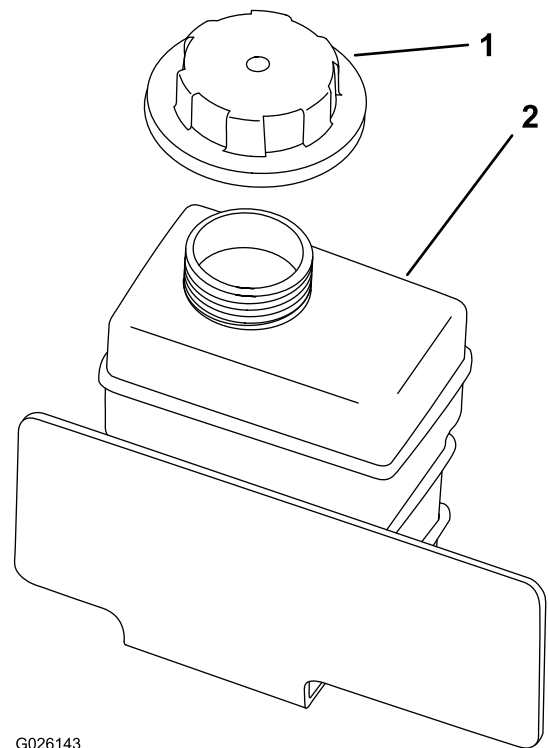

Figure 56
- Enlevez le bouchon du vase d'expansion (Figure 56).
- Remplissez lentement le vase d'expansion jusqu'à ce que le niveau atteigne la base du goulot de remplissage (Figure 56).
- Remettez en place le bouchon du vase d'expansion (Figure 56).